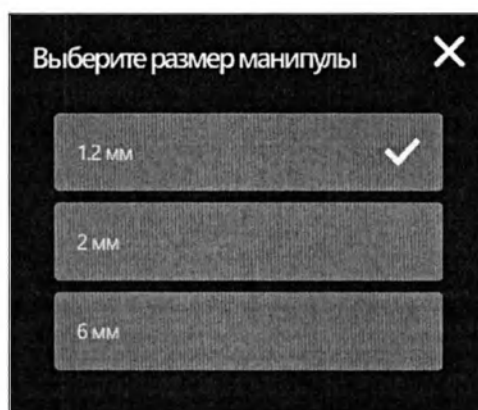

Рис. 3.46 – Выбор диаметра манипулы
3.7.3.9 С помощью кнопки  осуществляется выбор диаметра манипулы и происходит пересчет мощности излучения для соответствующего диаметра (рис.3.46).